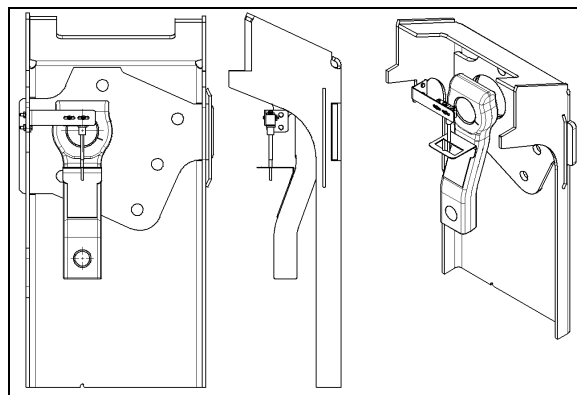

FIGURE 21 : RÉGLAGE DE L'INTERRUPTEUR DE DÉCHARGEMENT D'ESSIEU AUXILIAIRE
2. Aligner le levier de l'interrupteur sur la référence du centre du support (se reporter à Figure 21).
Dans la sélection de lubrifiants, la réputation du fournisseur doit être considérée. Le fournisseur doit être responsable de la qualité du produit. La figure 21 illustre l'emplacement approximatif des graisseurs de direction.